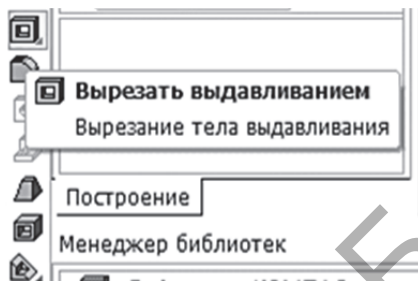

Рисунок 5.10
9. Для создания двух углублений в основании модели на инструментальной панели щёлкните на кнопке «Вырезать выдавливанием» (рис. 5.10) и на панели свойств укажите следующие параметры: «Прямое направление»; «Расстояние» — 5,0. Ввод параметров заканчивается щелчком на кнопке «Создать объект».